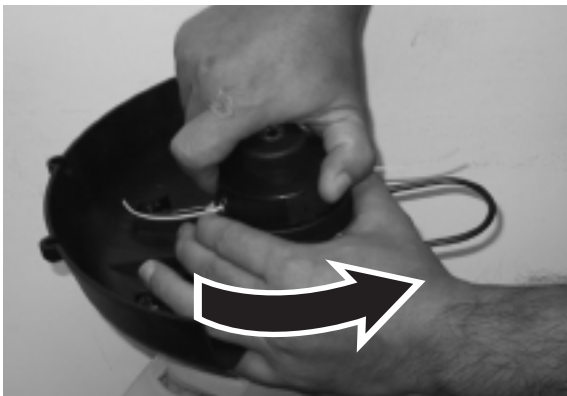
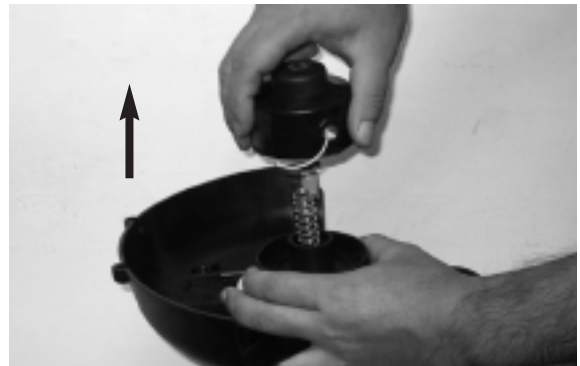

Fig. 17
Fig. 18
2. Retire el conjunto del rotor de la podadora. Para hacerlo, sostenga la parte acanalada exterior del conjunto con una mano, mientras empuja hacia abajo y gira la cabeza del rotor con la otra mano para separarla (Fig. 17 & Fig. 18). El portador del rotor y el rotor ahora se separarán fácilmente.